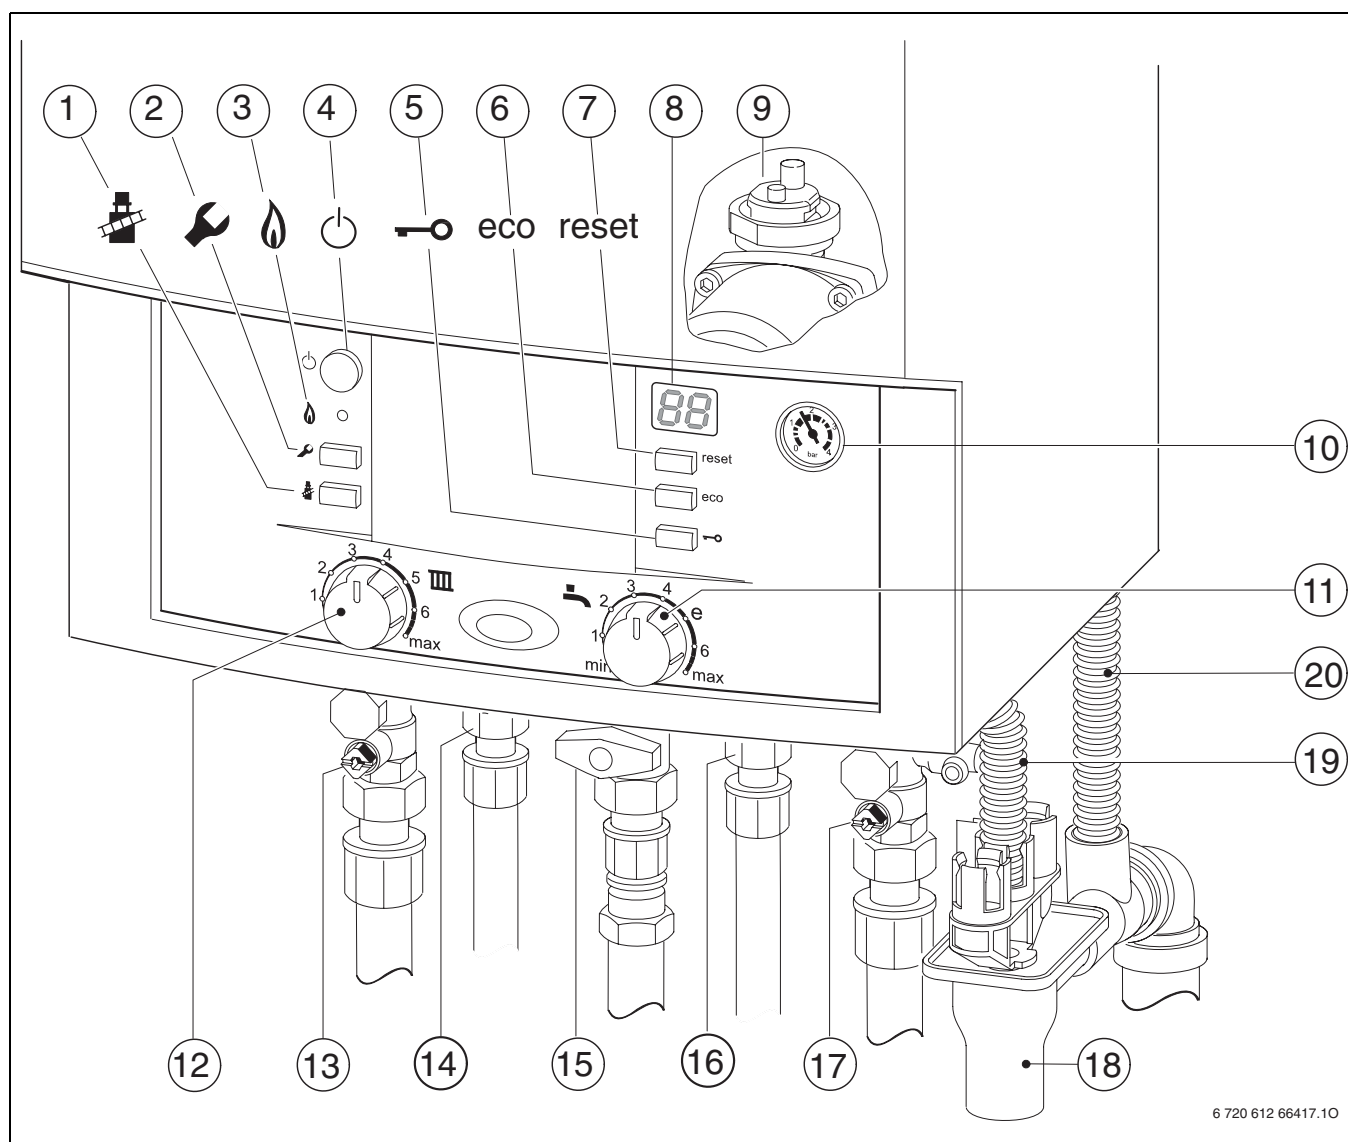

Bild 33
- Heizungsvorlaufhahn und Heizungsrücklaufhahn (13 und 17, Bild 33) öffnen und Heizungsanlage auf 1 - 2 bar füllen und Füllhahn schließen.
- Gashahn (15) öffnen.